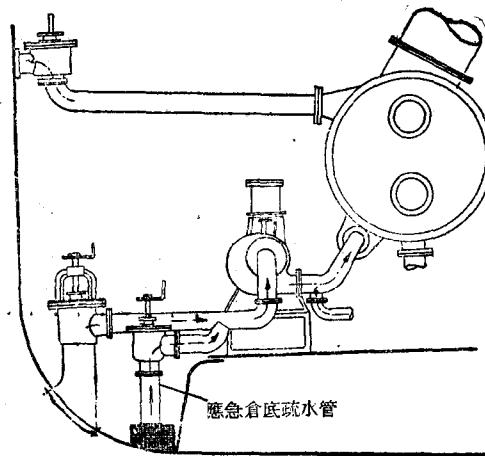

图 4 机仓应急仓底疏水管装置图
4) 在蒸汽机船舶机倉里，还在主凝汽機的冷却循环水泵舷外水吸入管上接一根应急仓底疏水管，管子內徑等于冷却循环水管內徑的 $0.66\sim0.75$ 倍，并裝一截止-止回式折角閥（俗名太平凡而），此管的作用是当机倉发生意外而有大量舷外水进入时使用。它的裝置如图 4 所示。